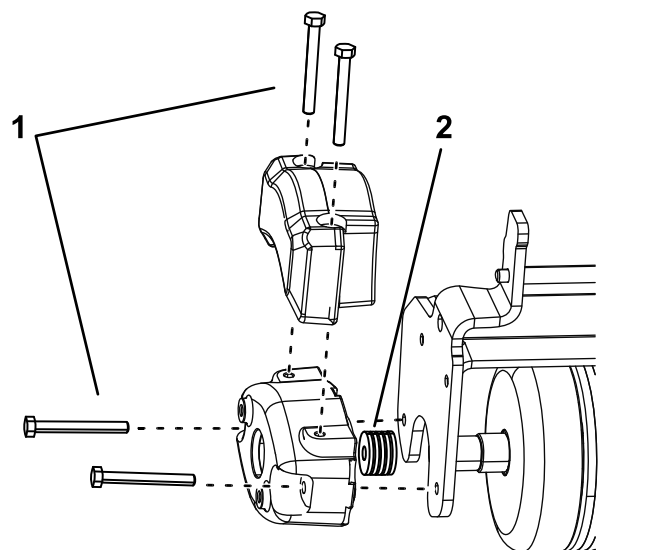

Bild 7
2. Setzen Sie die zwei Schrauben (5/16-18" x 2¾") ein, wie in Bild 7 abgebildet..
3. Legen Sie vier Distanzstücke (⅛") pro Schraube zwischen das Gegengewicht und die Seitenplatte der Dreifachrolle (Bild 7).